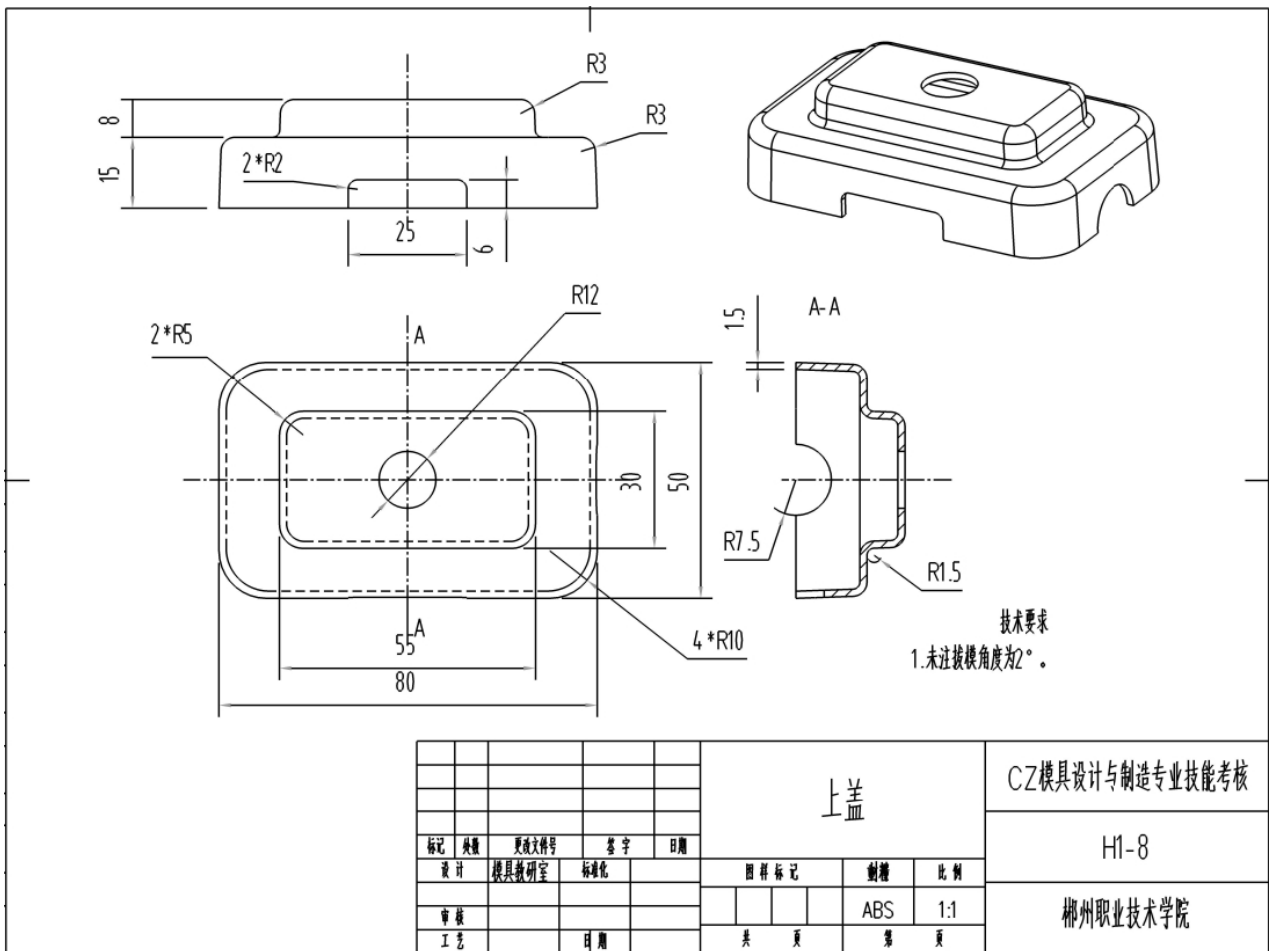

图 H1-8 上盖
(1) 在F 盘下建立考生文件夹，文件夹名称为“场次一工位号—ZM ”。塑件三维造型及型腔、型芯设计所完成后的文件都存于此文件夹中；
(2) 根据图 H1-8 要求，进行塑件三维造型设计，文件名称为 3DSJ；